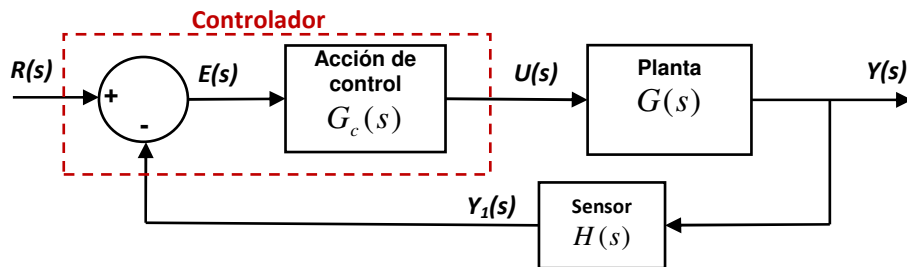

Figura 11.1.- Esquema clásico de control, en cascada con la planta.
**Introducción:** Aunque existen diversas estructuras de control, es decir, diversas maneras de conectar un controlador a una planta, la más utilizada es la conexión del controlador en cascada con la planta a controlar, como se muestra en la figura 11.1
A los controladores que usan el esquema de la figura 11.1 también se les llama controladores basados en la señal de **error actuante**, la cual es la diferencia entre la referencia deseada  $r(t)$  y la salida medida de la planta  $y_1(t)$ , es decir,
Las acciones de clásicas de control usadas en el esquema de la figura 11.1 se pueden clasificar como sigue: